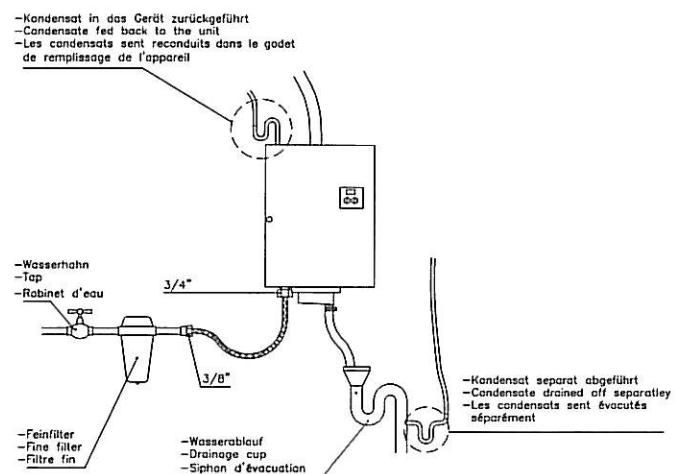

Fig. 6
2.5 Installation des Kondensatschlauches (siehe Fig. 6)
3.2 Wasserzuführung und Wasserablauf (siehe Fig. 6)